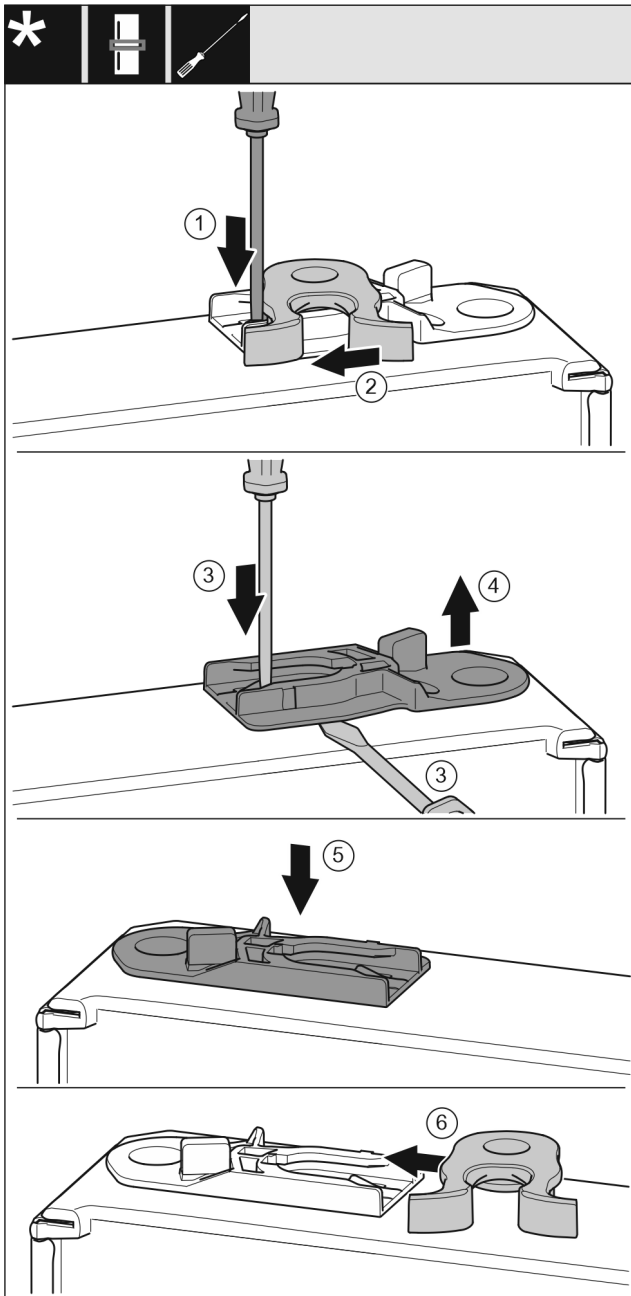

Fig. 52 *
- Nyomja le a fedőlemezt Fig. 52 (1) lapos csavarhúzóval.*
- Húzza ki a záróhorgot Fig. 52 (2) a vezetősínből.*
- Húzza ki a vezetőhüvelyt Fig. 52 (3, 4): Nyomja a fedőlemezt lapos csavarhúzóval, és közben nyúljon lapos csavarhúzóval a vezetőhüvely alá.*
- Tolja be a kiszállított csomagban található vezetőhüvelyt Fig. 52 (5) a ház másik oldalára.*
- Tolja be a záróhorgot Fig. 52 (6) a vezetősínbe.*